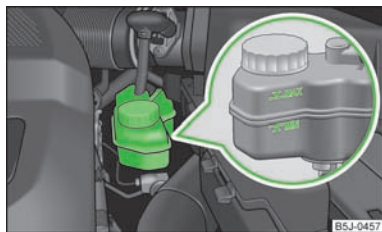

Fig. 121
- Verifique o nível do líquido de travões no respectivo reservatório » Fig. 121. O nível deve estar entre as marcas «MIN» e «MAX».